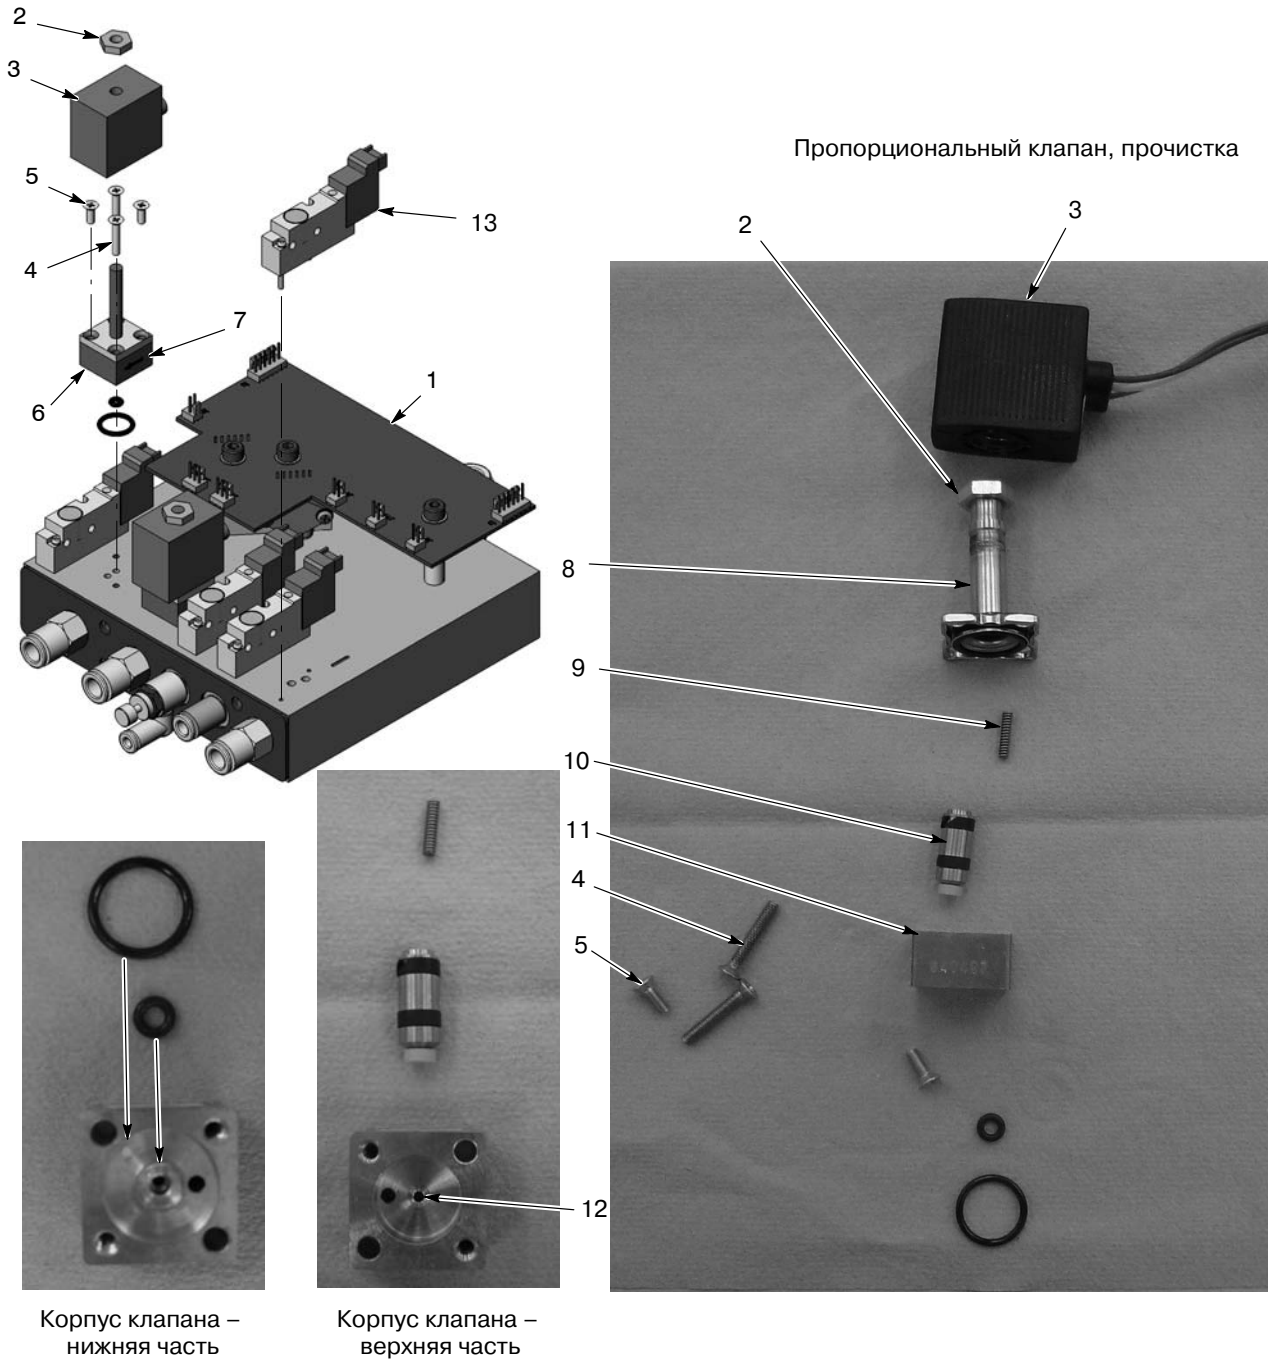

Рис. 5-19 Ремонт модуля iFlow – замена электромагнитного клапана и прочистка или замена пропорционального клапана
См. рис. 5-19. Для снятия электромагнитных клапанов (13) необходимо вывернуть два винта из корпуса клапана и снять клапан с коллектора.
См. рис. 5-19. Подача загрязненного воздуха может привести к неполадкам в работе пропорционального клапана (6). При разборке и прочистке клапана руководствоваться следующими инструкциями.
1. Отсоединить проводку катушки (3) от печатной платы (1).
См. рис. 5-19.